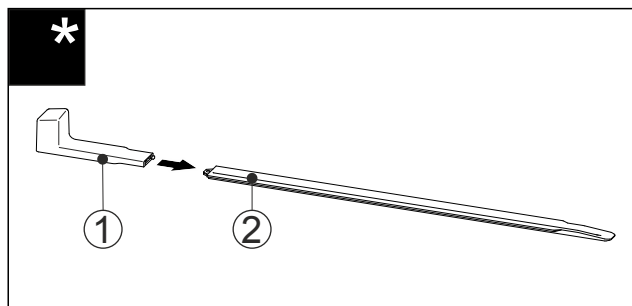

Fig. 56
- Sätt in monteringshandtaget Fig. 56 (1) i nivåskenan Fig. 56 (2).